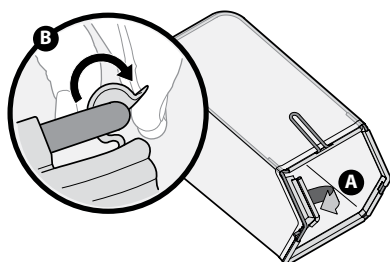

Figure 2-6
- Procédez comme suit pour installer le sac à herbe sur la tondeuse s'il n'est pas déjà installé. Vérifiez que le sac à herbe est bien à l'endroit avant l'assemblage (l'étiquette d'avertissement doit se trouver sur l'extérieur). Voir la Figure 2-6.